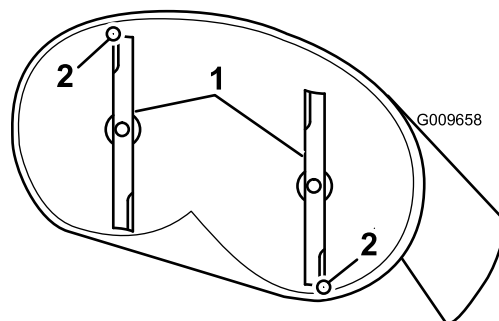

Figura 55
- Gire cuidadosamente las cuchillas colocándolas en el sentido de avance de la máquina (Figura 55).
- Mida entre la punta de la cuchilla delantera y la superficie plana y entre la punta de la cuchilla trasera y la superficie plana (Figura 55).
9. Después de realizar el ajuste, compruebe de nuevo la inclinación longitudinal, y siga ajustando la tuerca hasta que la punta de la cuchilla delantera esté entre 1.6 y 7.9 mm (1/16" a 5/16") más baja que la punta de la cuchilla trasera (Figura 55).